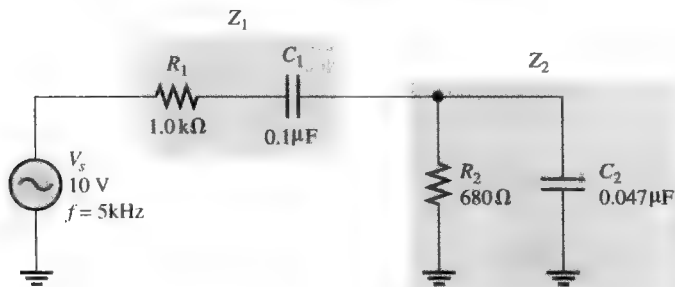

图 10-34
【例 10-13】 在图 10-34 所示的串并联 RC 电路中求下列各量。
相关问题: 求图 10-34 中 Z_1 和 Z_2 两端的电压。
2. 试问图 10-34 中 R_1 两端的电压是多少？